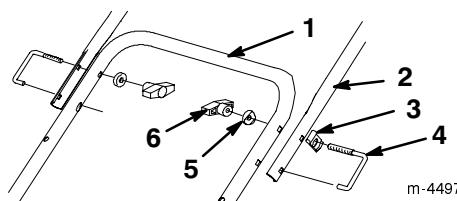

Figure 6
- Montez la partie supérieure du mancheron comme illustré à la Figure 6.
IMPORTANT : Vous devez faire passer le câble de commande dans le guide-câble avant de serrer le verrou du mancheron (Fig. 6)